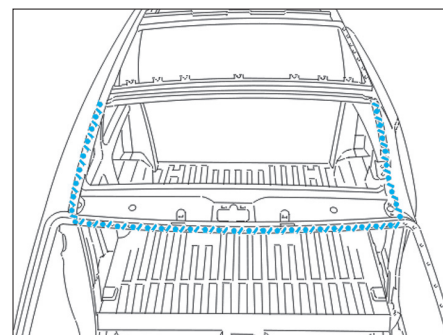

FIG. 97
- Appliquer un mastic d'étanchéité et de soudage (Fig.97).